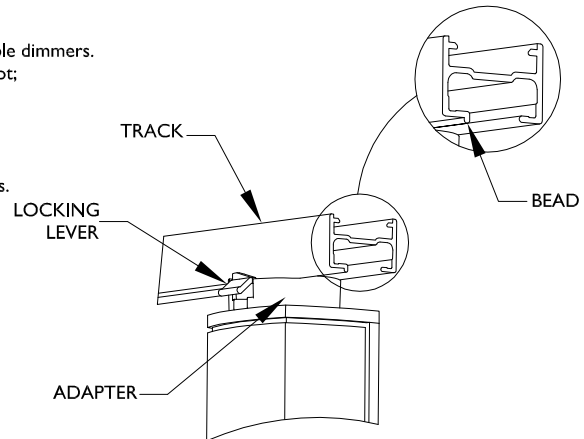

FIG. 1
1. Insert the ADAPTER into the TRACK. LOCKING LEVER must be on the same side of track as Bead (FIG.1)
1. Insérer l'adaptateur dans le rail. Le levier de verrouillage doit être de même côté que la nervure du rail. (*fig.1*)